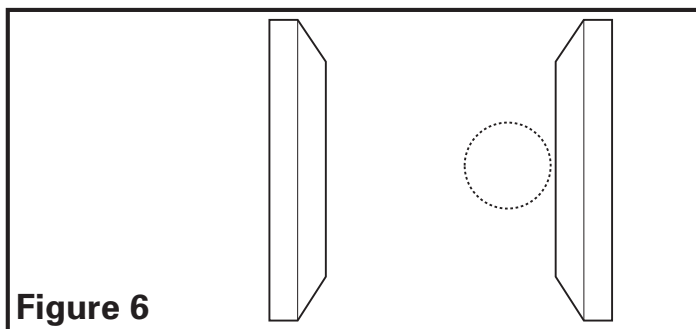

Figure 6
- Placez le collet / clapet à l'emplacement choisi et tracez un cercle sur la surface. A partir du côté intérieur de la pièce, coupez au travers de la surface. Veuillez noter : Prenez soin de ne pas endommager le plafond et faites une coupe lisse. (Figure 6).